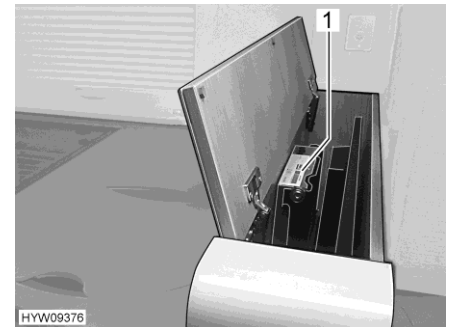

Fig. 100 Écran plat (escamoté)
- Écran plat escamotable manuellement : Appuyer légèrement le mécanisme de réglage de hauteur (Fig. 100,1) vers le bas pour soulager le ressort. L'écran plat monte automatiquement.